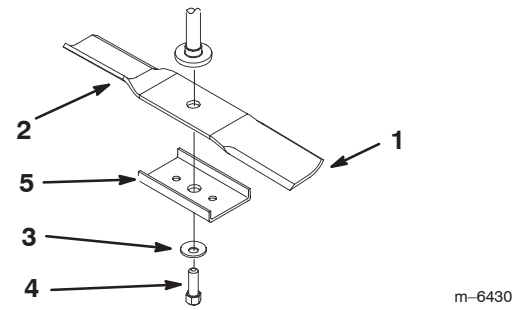
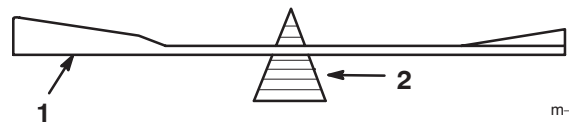

Figure 27
Figure 29
Tenez la lame à son extrémité avec un chiffon ou un gant épais. Enlevez le boulon, la rondelle bombée, le renfort et la lame de l'axe (Fig. 27).
2. Vérifiez l'équilibre de la lame en la plaçant sur un équilibreur (Fig. 29). Si la lame reste horizontale, elle est équilibrée et peut être utilisée. Si la lame est déséquilibrée, limez un peu l'extrémité de la partie incurvée seulement (Fig. 27). Répétez la procédure jusqu'à ce que la lame soit équilibrée.
1. Placez la lame sur l'axe (Fig. 27).
2. Montez le renfort, la rondelle bombée (face concave vers la lame) et le boulon de lame (Fig. 27). Serrez le boulon de lame à 47–88 Nm (35–65 pieds-livre).